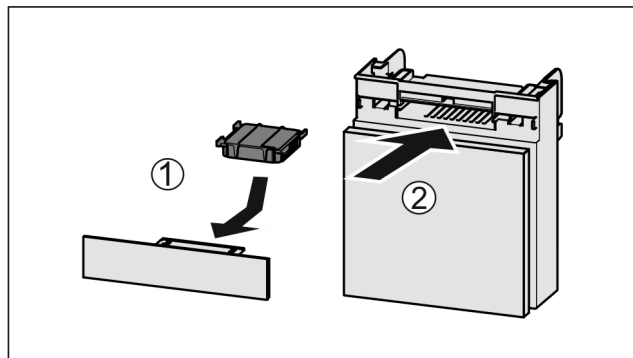

Fig. 67
- Vložte aktívny uhlíkový filter podľa obrázka Fig. 67 (1).
- Zasuňte zásuvku Fig. 67 (2).